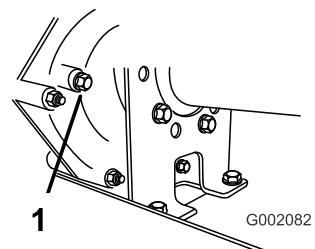

Bild 58
2. Nehmen Sie die Schraube aus dem Füllstand-Prüfloch heraus (Bild 58).